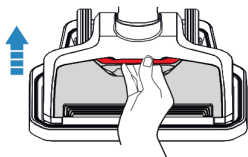

Fig. 34
- Para quitar la cubierta, coloque los dedos en la posición que se muestra en la Fig. 34 y ábrala.